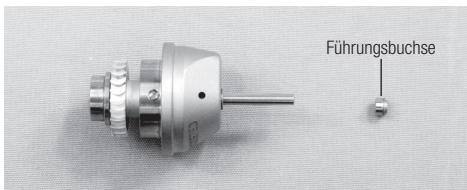

Abb. 21
- 2) Die längere Führung der Führungsbuchse auf das Ende des Rotorschafts setzen, zuerst zusammen mit dem Testbohrer. (Abb. 21)